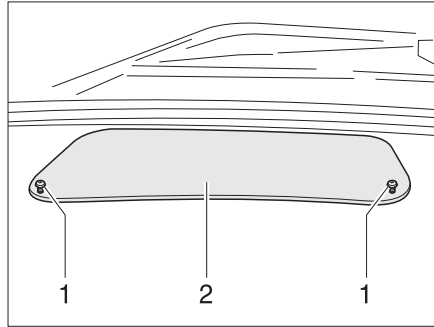
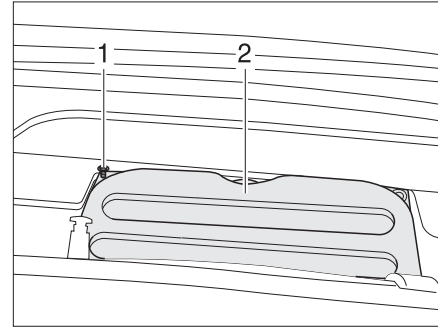

Fig. 28 Cubierta en el salpicadero
Fig. 29 Cubierta para el compartimento del motor
- Soltar dos tornillos (Fig. 28,1) y retirar la cubierta (Fig. 28,2).
- Desenroscar seis tornillos de hexágono interior (Fig. 29,1) y retirarlos con arandelas.
- Retirar la cubierta (Fig. 29,2).
- Apretar las dos tapas (Fig. 29,2 y Fig. 28,2) de nuevo.